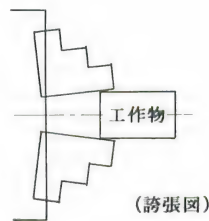

図6-21
- ③ 爪先だけでつかんで力まかせに締めると誇張図6-21のようにチャックが変形して精度を損ない、ひどい時は破損します。やむを得ない時以外は爪の全長でつかみます。
- ④ コレットチャックには磨き棒または削った棒以外ははめてはなりません。もちろん黒皮丸棒や異形材をつかむことも禁物です。呼び寸法からかけ離れた材料をくわえたり、爪先だけでつかむと3と同様にコレットが変形破損します。
- ⑤ 爪の尻はなるべく出さない。チャックの周囲から爪が大きくはみ出した状態で工作物を締めますと噛合い歯数が少ないので大きな力がかかり、歯を折ることがありますし、回転中に手をふれるとケガをします。